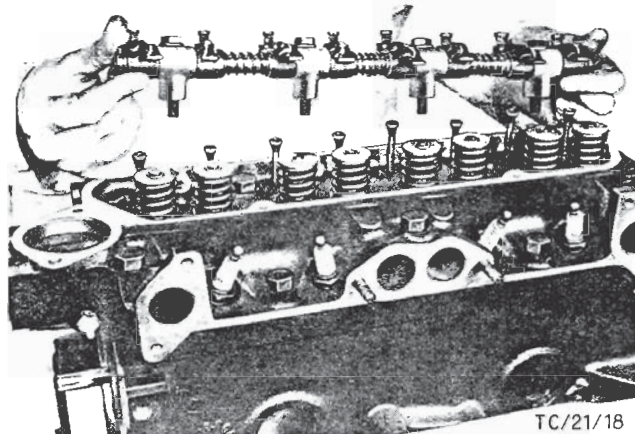
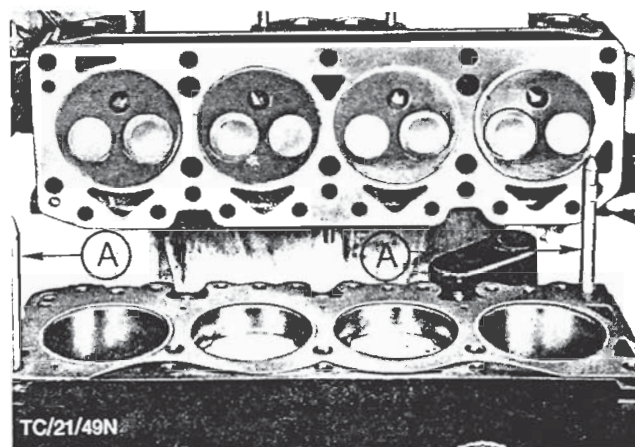
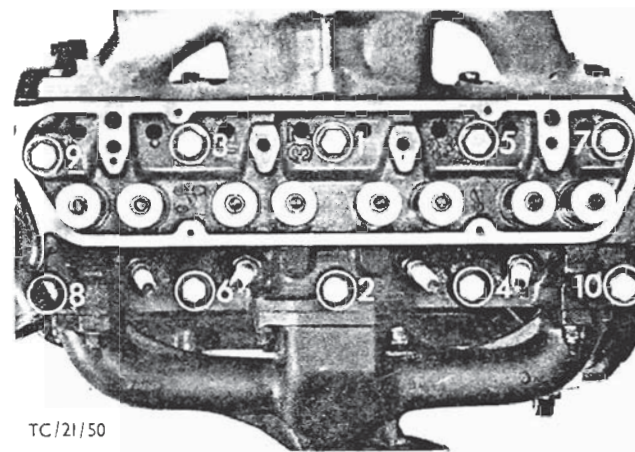

Fig. 67 - Afmonter vippearmsakslen.
Fig. 68 - Monter topstykket.
Fig. 69 - Rækkefølgen for tilspænding af topstykkeboltene.
7. Afmonter ventildækslet (4 skruer) samt tændrørene. Afmonter vippearmsakslen (4 bolte), Fig. 67. Tag stødstængerne ud og afmonter topstykket (10 bolte), idet boltene løsnes i omvendt rækkefølge af den, der blev anvendt ved tilspændingen (se rækkefølgen for tilspændingen i Fig. 69).
9. Monter topstykket, Fig. 68. Skru topstykkeboltene fast med fingrene. Tag styretappene ud og erstat dem med de to sidste bolte. Topstykkeboltene skal derefter tilspændes som specificeret i tre trin i den rækkefølge, der er angivet i Fig. 69.